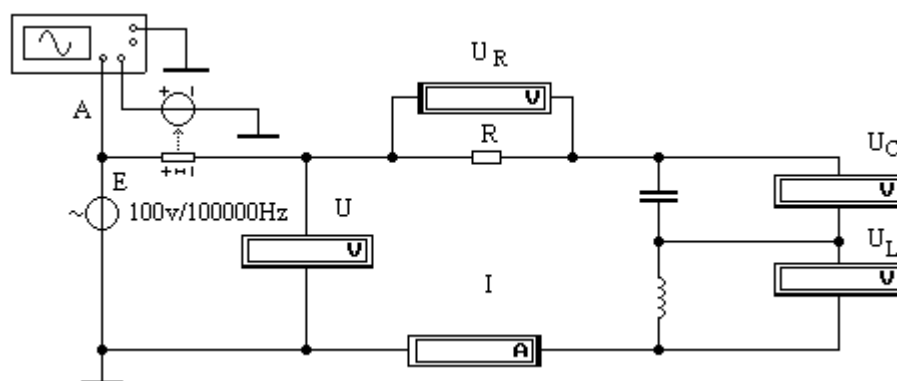

Рисунок 3- Схема исследования RLC - цепи.
1. Собрать схему электрической цепи (рисунок 3).